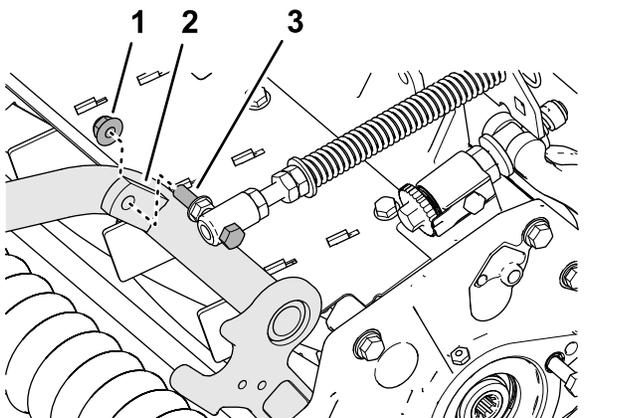

Figura 10
4. Montate il bullone senza dado della molla di compensazione per il manto erboso all'aletta destra del telaio portante (Figura 10) con il dado di bloccaggio flangiato ($\frac{3}{8}$ "